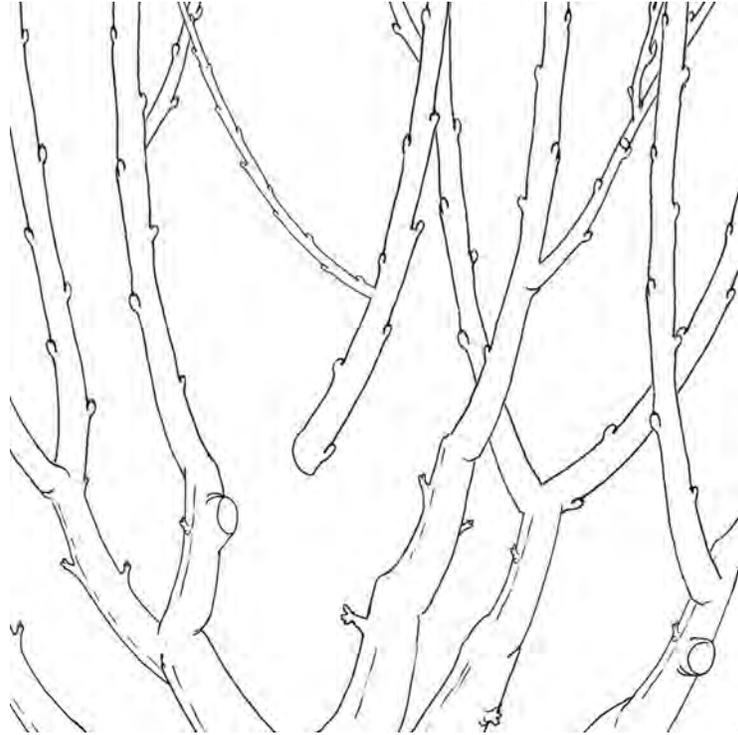

Figura 22
- Si el crecimiento terminal disminuye a menos de 24 pulgadas al año, quite una o más ramas primarias para aumentar el vigor en el resto del árbol (Figura 22).